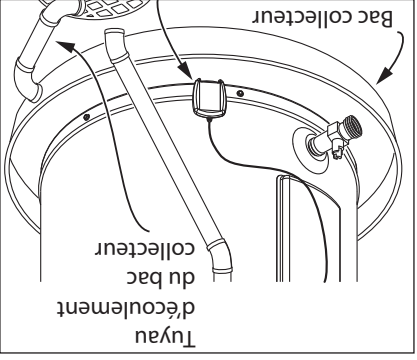

Figure 6 - Un bac collecteur adapté raccordé par un tuyau à un écoulement approprié peut permettre de protéger le plancher des fuites et égouttements.
- Placer un bac collecteur adapté (en vente dans tout magasin de plomberie) sous le chauffe-eau (Figure 6) pour recueillir la condensation ou les fuites des raccords de tuyauterie ou de la cuve. La majorité des codes exigent, et nous le recommandons, d'installer le chauffe-eau dans un bac collecteur raccordé par un tuyau à un écoulement approprié. Le bac collecteur doit avoir au moins 50 mm (2 po) de plus en largeur que le diamètre du chauffe-eau. Installer le bac collecteur de telle sorte que le niveau d'eau soit limité à une profondeur maximale de 45 mm (1-3/4 po).
- Bac collecteur adapté (Figure 6 à la page 11)